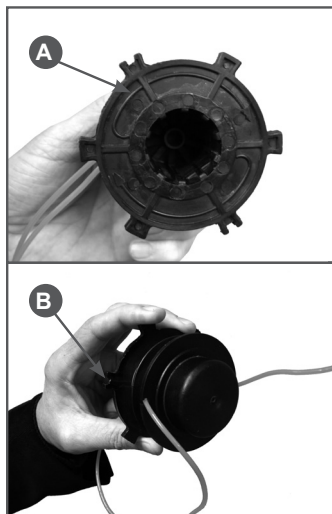

Рис. 17 Намотка корда
3. Намотайте корд плотно с натягом в канавки на катушке. Направление наматывания показано стрелками на катушке (Рис.17А). После намотки закрепите концы корда в пазах на катушке (Рис.17В).